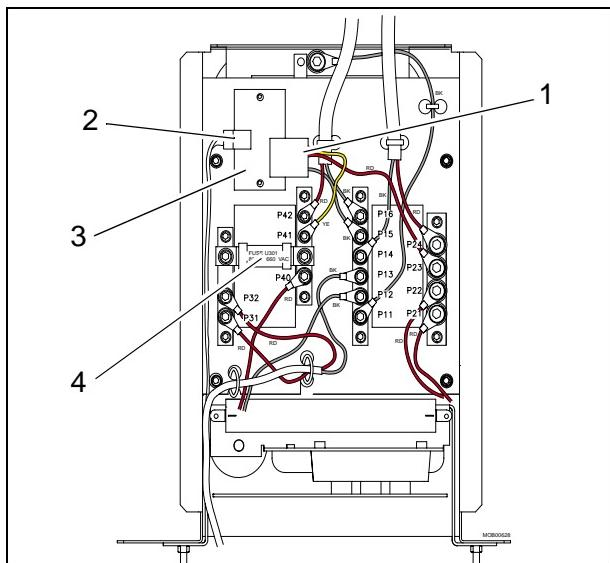

Fig. 7
- Disconnect K302/ K303 (pos. 1 and pos. 2 / Fig. 7).
- Replace D310 (pos. 3 / Fig. 7).
- Replace U301 (pos. 4 / Fig. 7).